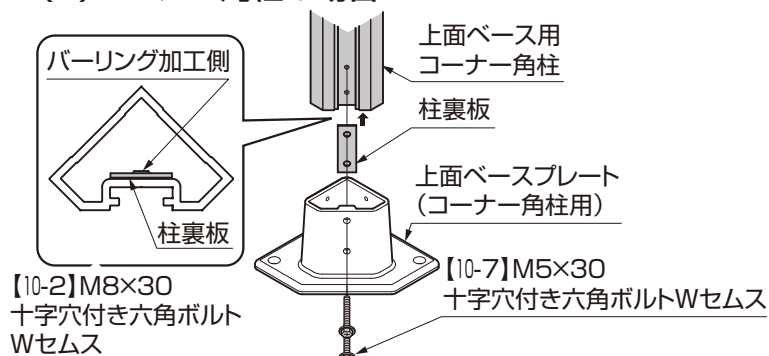

図2-15
- ① 上部ベース用コーナー角柱内部に柱裏板を差し込み、上部ベースプレート（角柱用）と上部ベース用コーナー角柱を【10-7】にて固定してください。（図2-15 参照）